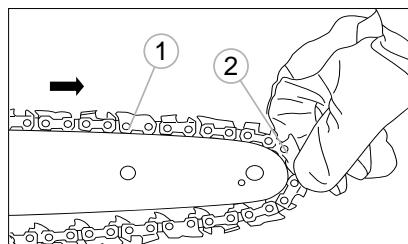

Рис. 5
3. Уложите пильную цепь 1 (рис. 5), расположенный по периметру шины.